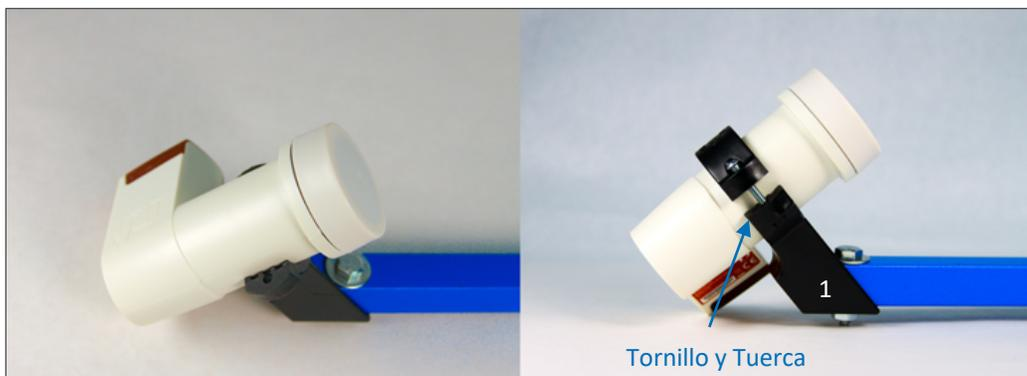

Imagen 14. Acople de Base del LNB.
Por ultimo hay que calzar la pieza 2 encima del LNB haciéndola coincidir con la pieza 1 como muestra la Imagen 14. Con los dos (2) tornillos de estrías M4*20 y dos (2) tuercas pequeñas se aprietan ambas piezas de la base del LNB hasta que el LNB quede fijo.